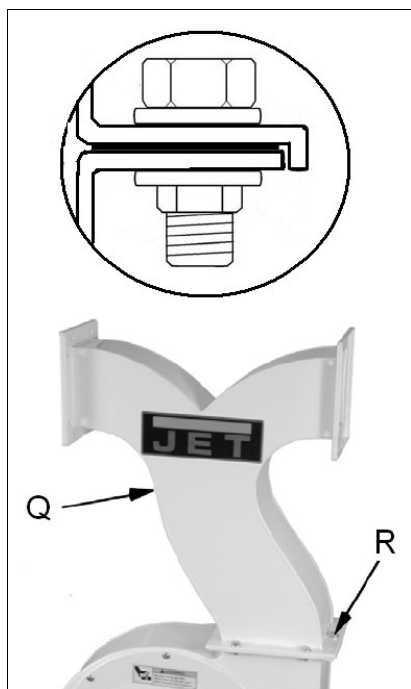

Рис. 4
Установите соединительную трубу (Q, Рис. 4) на корпус крыльчатки и закрепите 6 болтами, шайбами и гайками (R).